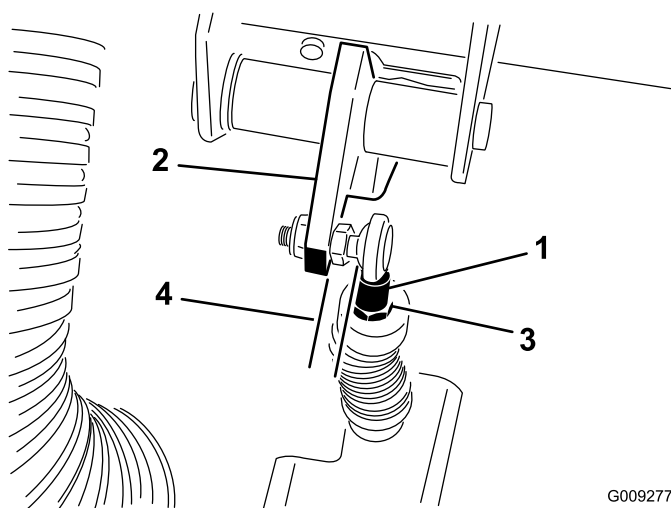

Figura 71
**Importante:** Certifique-se que a extremidade da barra está posicionada firmemente na esfera e permanece paralela ao pedal de embraiagem depois da porca ter sido apertada (Figura 71).